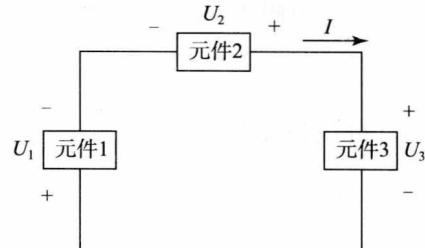

图 1-1-13 例 1-1-3 的图
**【例 1-1-3】** 电路如图 1-1-13 所示，已知  $I = 4 \text{ A}$ ， $U_1 = 5 \text{ V}$ ， $U_2 = 3 \text{ V}$ ， $U_3 = -2 \text{ V}$ ，计算各元件的功率，并指出是吸收电功率还是提供电功率。